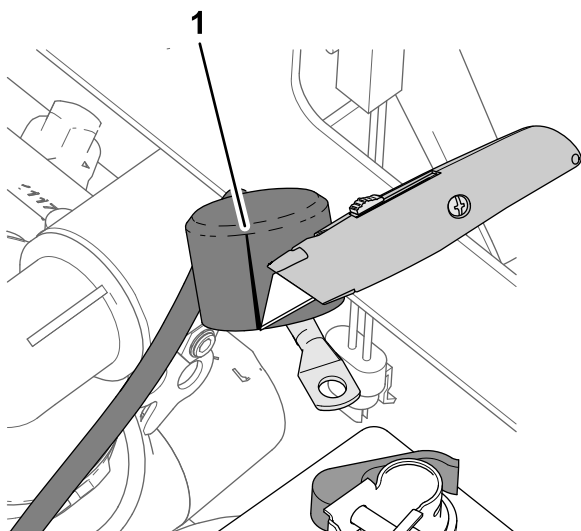

Figura 212
1. Tagliate la copertura isolante del cavo positivo della batteria fino allo starter, come illustrato nella Figura 212.